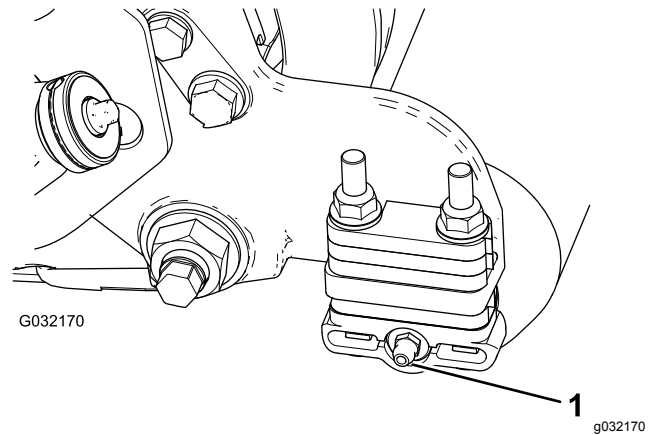

Bild 2
2. Befestigen Sie den 90-Grad-Schmiernippel so, dass er nach hinten zeigt (Bild 2).